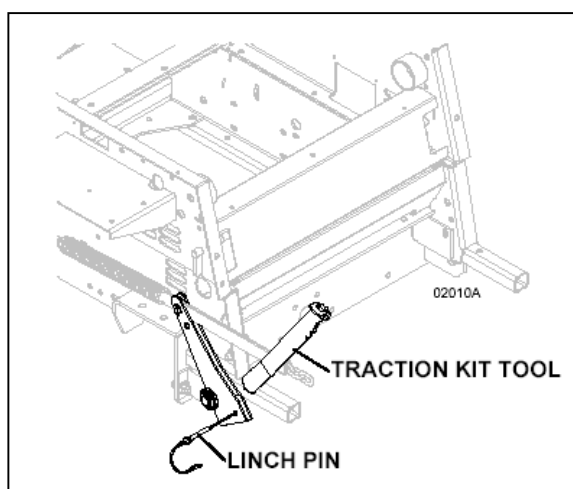

Fig. 11
- Vedr. 600-serie maskiner, se fig. 11 og følg nedenstående trin: